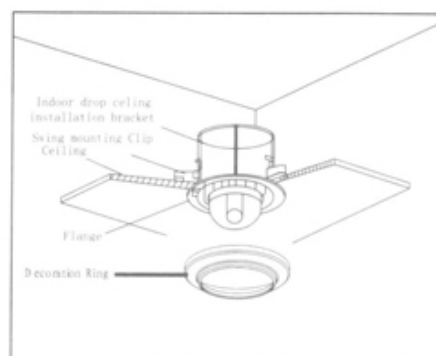

Figure 35
7) Поверните 3 распорки чтобы прижать их изнутри к потолку, и затем снова немного разверните. Теперь потолок зажат между распорками и кромкой устройства, следовательно конструкция закреплена прочно (рис. 35).